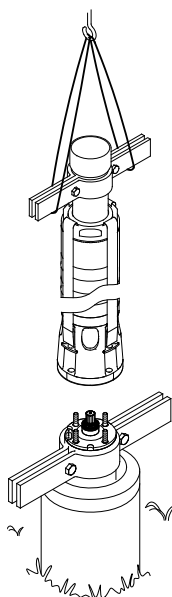

Fig. 21 Elevação da bomba para a posição correcta
3. Eleve a parte da bomba utilizando braçadeiras montadas no tubo de extensão. Consulte a fig. 21.